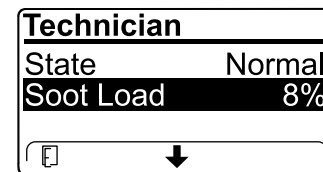

Figura 37
- Vea la carga de hollín que se mide como porcentaje del hollín del DPF (Figura 37); consulte la tabla de carga de hollín.